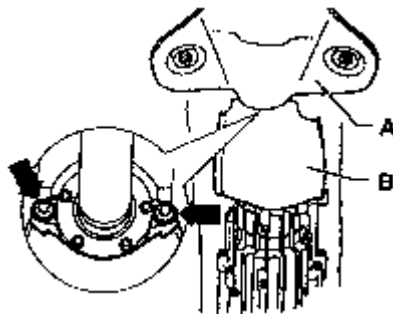

图 8-20 拆卸隔热板
(1) 变速杆打到位置“P”。对于带编码收音机车辆还要注意其编码，必要时查询。
(2) 拆下蓄电池地线。拆下变速杆把手，拆下副仪表板和加长部分。
(3) 拆开电气插头连接。拆下盖板，升起车辆。
(4) 拆开下部排气系统的带三元反应器的排气管，并把它向上绑到一边。
(5) 拆下万向轴上的隔热板(A)，从 Torsen 差速器锁盖上拆下万向轴隔热板(B 箭头)，如图 8-20 所示。